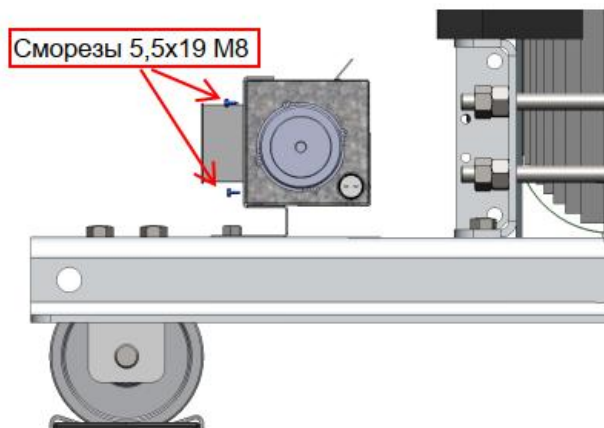

Рис.3
3. С помощью Саморезов 5,5х19 мм закрепить три вентилятора ТГ на установочную планку. Среднюю часть воздушного окна каждого вентилятора размещайте напротив оси соответствующей обмотки. См. Рис. 3.